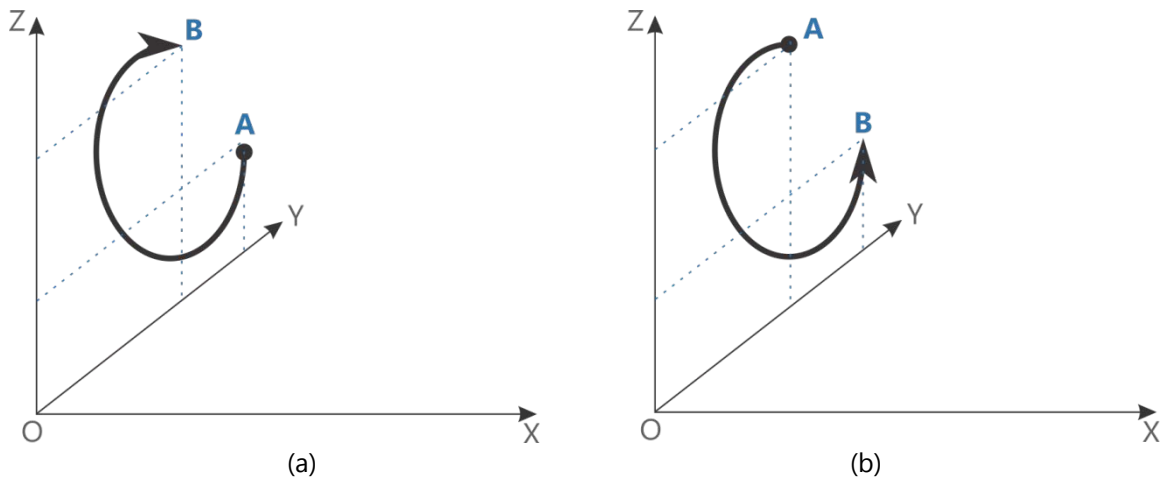

Figura 3.4 Mișcare circulară în planul YZ (a) în sens orar, (b) în sens antiorar
- mișcare circulară în planul YZ (vezi figura 3.4);